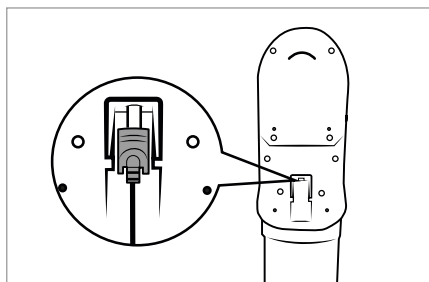

Bild 8
- ▶ Dammsugaren kan också laddas upp direkt genom strömadaptern **10**. Då skruvar du ut den ihåliga kontakten **11** ur vägghållaren **18** och sticker in den i dammsugarens laddningsuttag **3** i stället (se bild 8).